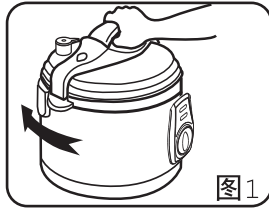
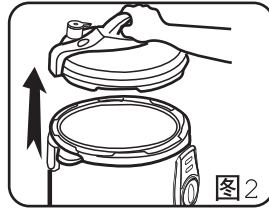

图1
图2
- 1、开盖。先用手握紧煲盖手柄，顺时针方向旋转煲盖至限位边，然后向上提起煲盖。(见图1, 图2)